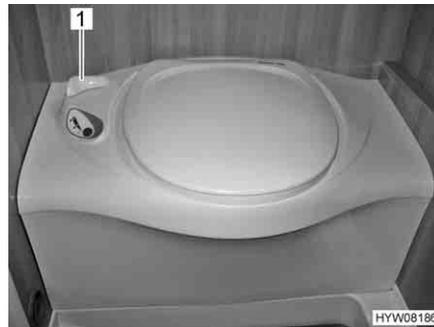

Fig. 250 Inodoro Thetford
- Antes del lavado, abrir la corredera del inodoro Thetford. Para ello, girar la palanca de corredera (Fig. 250,1) en sentido contrario a las agujas del reloj.
- Tras el lavado, cerrar la corredera. Para ello, girar la palanca de corredera (Fig. 250,1) en sentido de las agujas del reloj.